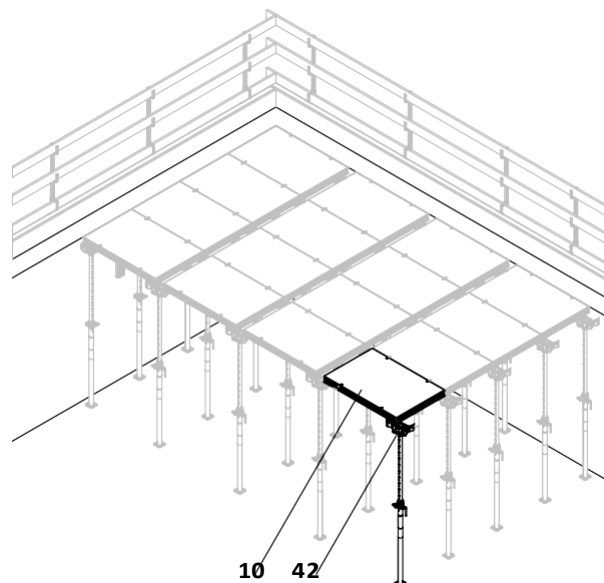

Fig. D2.14d
4. Издигнете останалите елементи DP (10) по същия начин. (Fig. D2.14d)